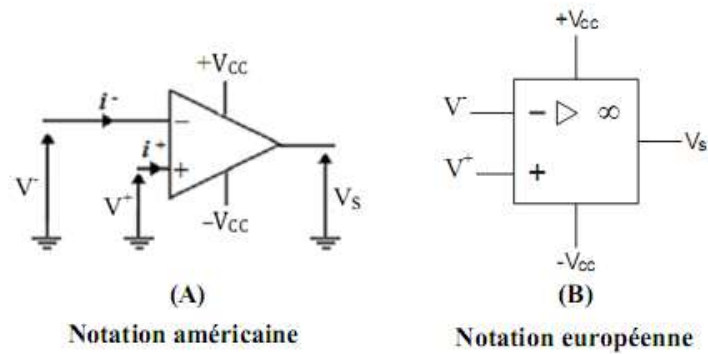

Figure 8.4 : Représentation schématique d'un amplificateur opérationnel varie suivant les pays.
Le symbole normalisé de l'AOP est donné par la **Figure 8.4 (B)** mais vous trouverez fréquemment dans les revues et les livres la représentation américaine qui vous est donnée par la **Figure 8.4 (A)**. Les tensions sont toutes définies par rapport à un nœud commun auquel l'amplificateur opérationnel est branché. Les courants sont tous définis comme entrant dans les bornes.